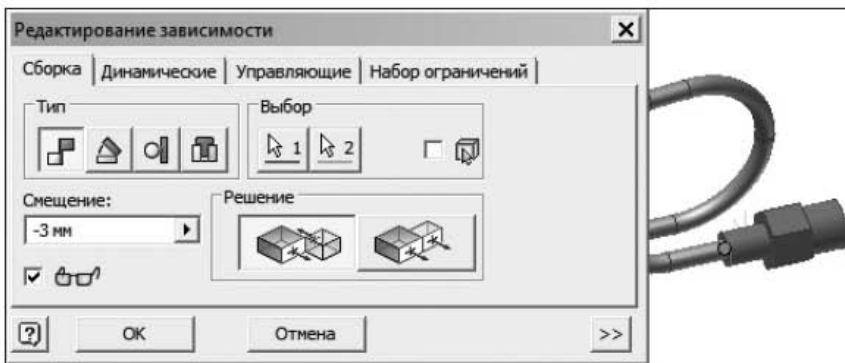

Рис. 9.65. Зависимость кабеля и вилки
5. На ленте выберите команду Сборка ▶ Позиция ▶ Зависимость . Выберите Совмещение, отметьте окружность основания кабеля и цилиндрическую поверхность вилки, задайте расстояние **3 мм**, на которое кабель входит в вилку (рис. 9.65), нажмите на кнопку Применить.